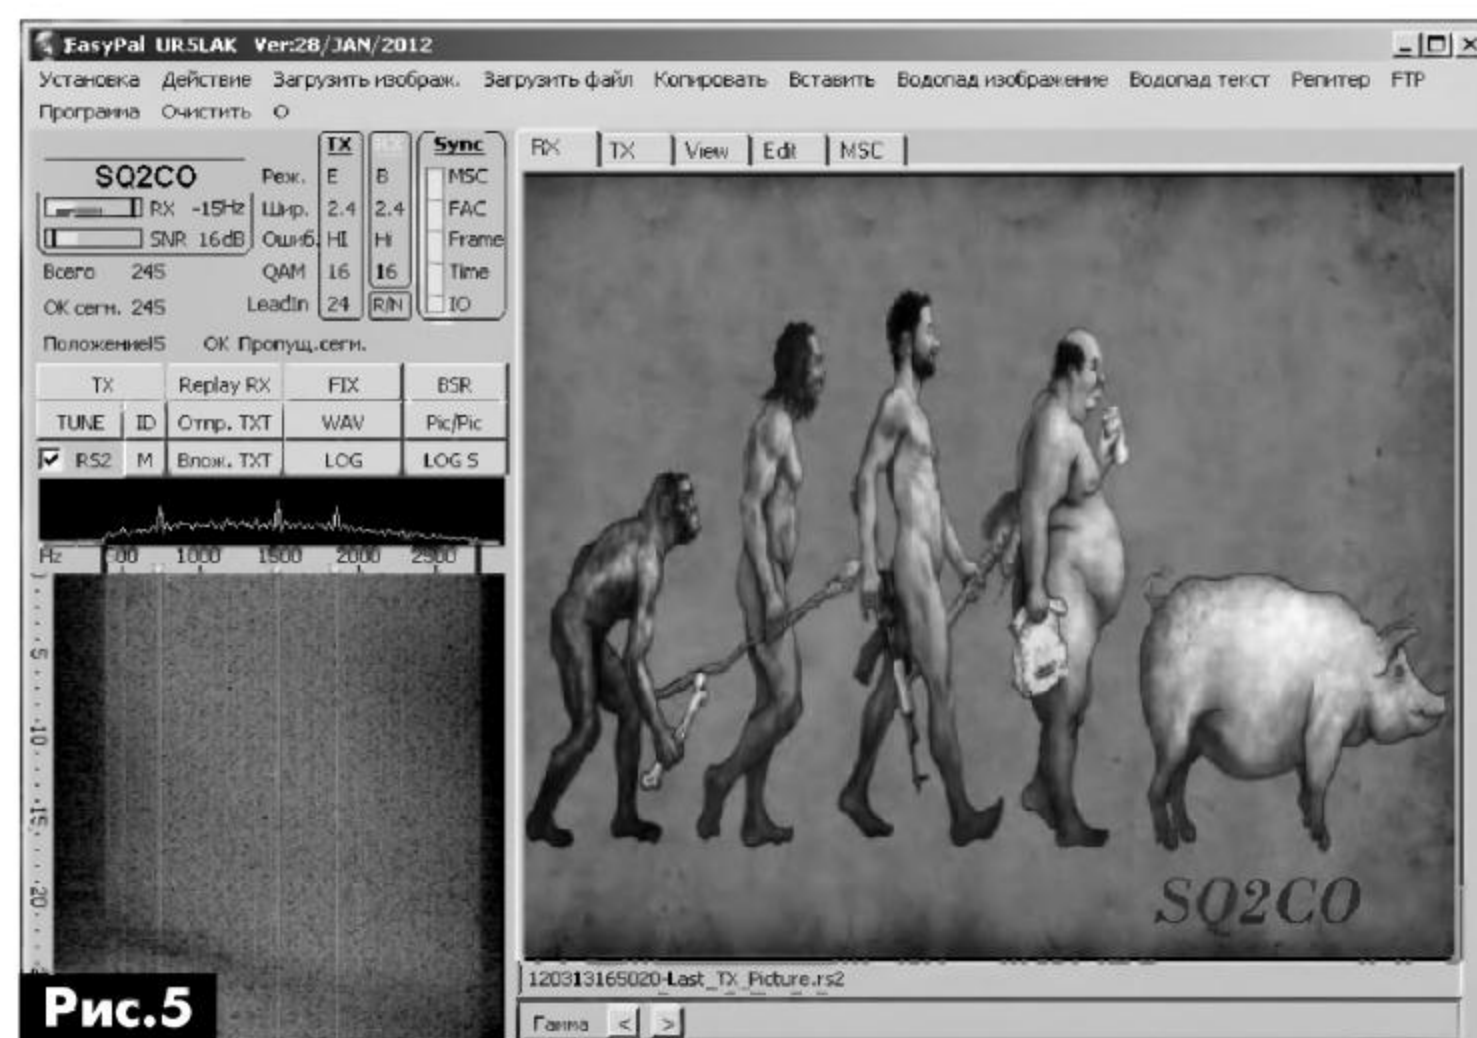

Рис.5
**Настройка** – активирует передачу в эфир CALL и специальных сигнальных меток на аудиочастотах 750, 1500 и около 1850 Гц для того, чтобы корреспондент мог точно настроиться на частоту, совместить три вертикальные полосы с зелеными квадратиками и добиться синхронизации приема (**рис.5**).